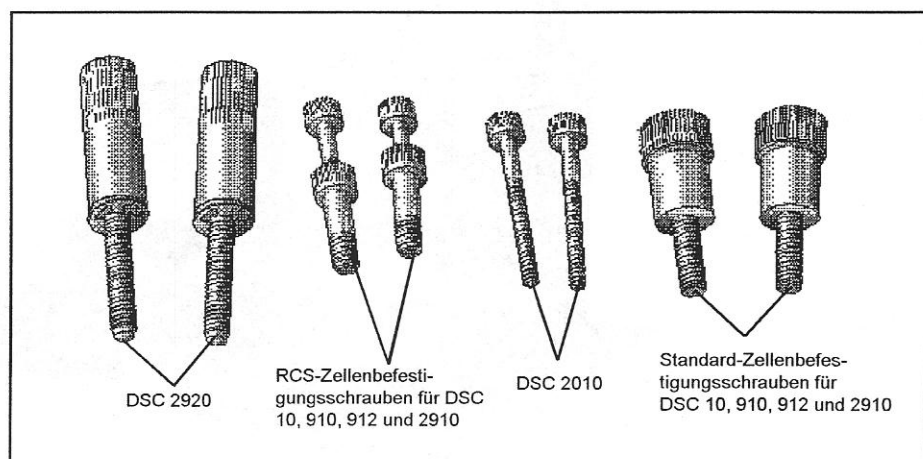

Abbildung 5.5 — Zellenbefestigungsschrauben
6. Suchen Sie aus dem RCS-Zubehörsatz die RCS-Zellenbefestigungsschrauben für Ihr DDK-Modul heraus (s. Abbildung 5.5).